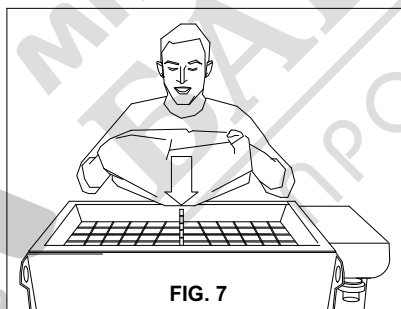

FIG. 7
- Charger le matériau prémélangé sec. Prendre les sacs de matériau, les poser sur la grille brise-sacs (réf. 10, fig. 1), soulever les deux extrémités du sac jusqu'à ce qu'il se soit complètement vidé à l'intérieur de la trémie (fig. 7).